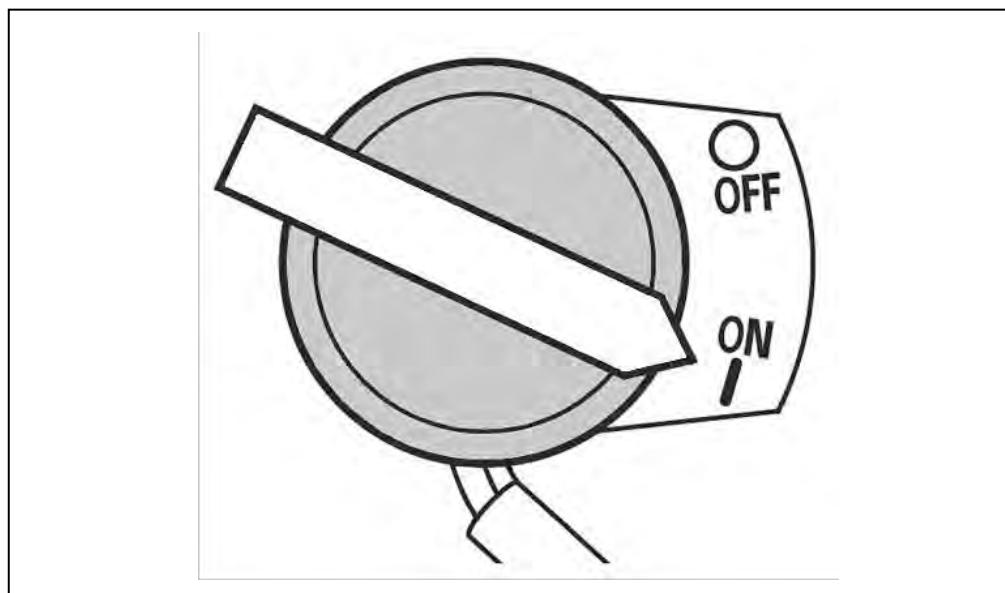

Рис. 14. Положения рычага газа.
5. Переведите выключатель зажигания в положение «ON» (Включено) (Рис. 14).
При возникновении непредвиденной ситуации в работе с виброплитой и срочной необходимости ее выключения переведите выключатель зажигания двигателя в положение «OFF» (Выключено) (Рис. 14).
4. Переведите выключатель зажигания в положение «OFF» (Выключено). (Рис. 14).